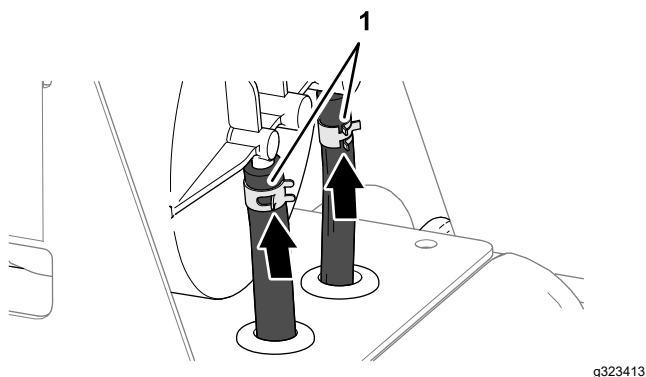

Figura 86
4. Fixați furtunurile la nivelul fittingurilor cu clemele (Figura 86)